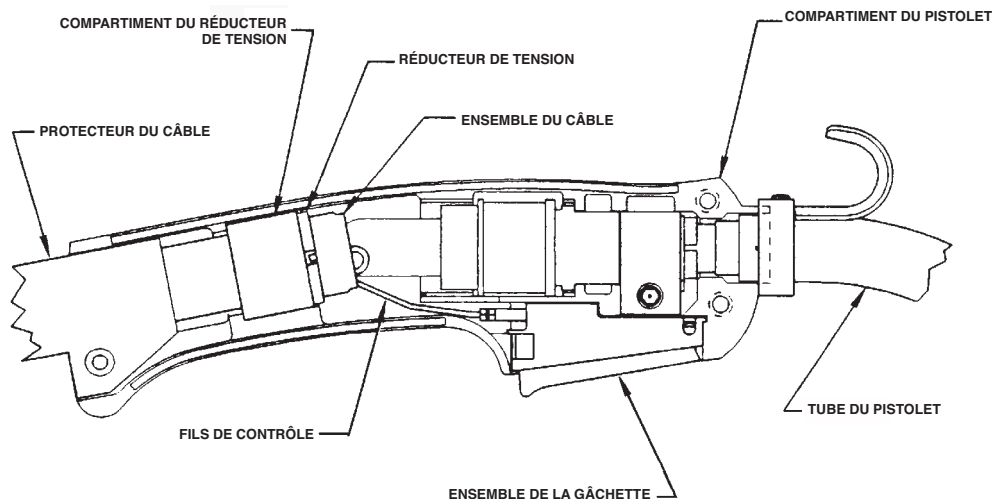

FIGURE D.3
- j. Assembler le câble du côté gauche de la poignée du pistolet. Assembler la gâchette dans la cavité correcte de la poignée et raccorder les fils de contrôle. Assembler le côté droit de la poignée du pistolet et serrer les trois vis qui maintiennent les deux moitiés de la poignée ensemble. Se reporter à la Figure D.3.